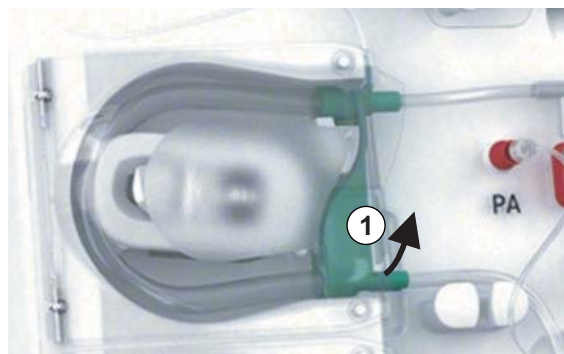

Fig. 7-1 Rimozione della linea ematica
5. Rimuovere lentamente la parte inferiore del multiconnettore Fig. 7-1, ①) dalla base della pompa sangue (direzione della freccia) mentre lo sportello della pompa sangue è chiuso.